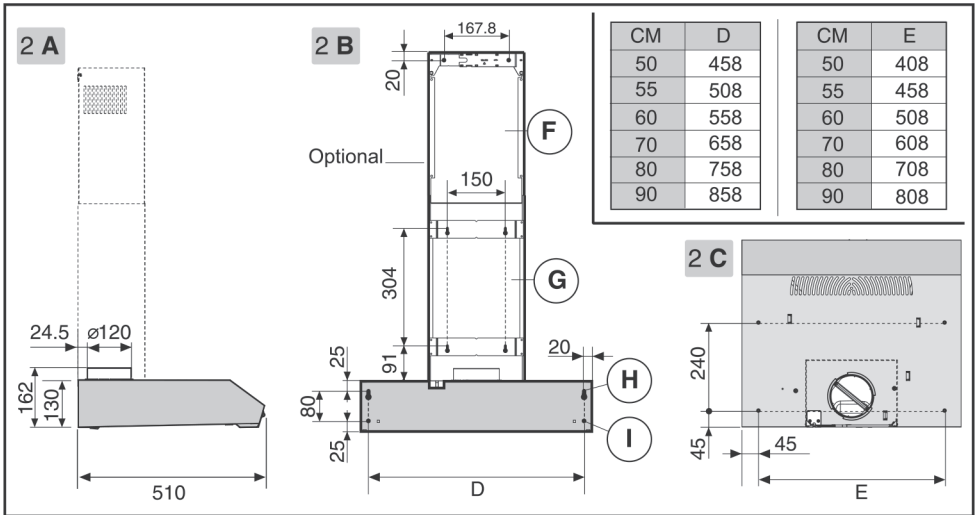

Рис. 2
2. Подвесьте кухонную вытяжку на стене, используя два отверстия **H**, выровняйте ее в горизонтальном положении и закрепите окончательно на стене, используя два нижних отверстия **I** (рис. 2б).